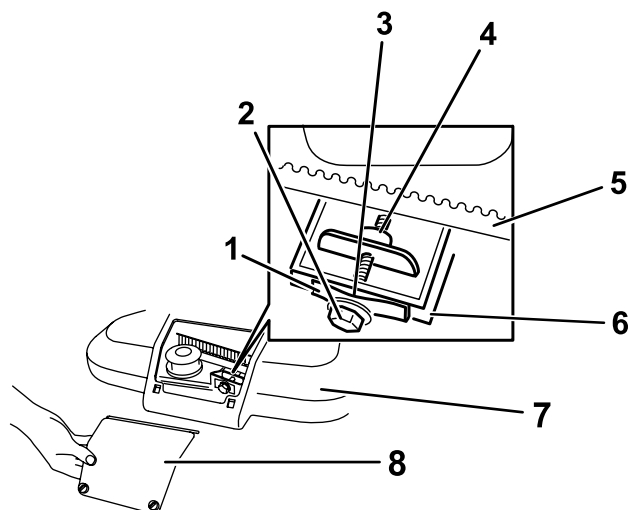

Figura 36
1. Desaperte os dois parafusos um quarto de volta no painel de acesso da cobertura da correia e retire o painel (Figura 36).
Nota: Se existir uma folga visível entre o apalpa-folgas e a mola, aperte o parafuso de ajuste e a porca até que o papel mal se desloque livremente dentro e fora da folga (Figura 36).